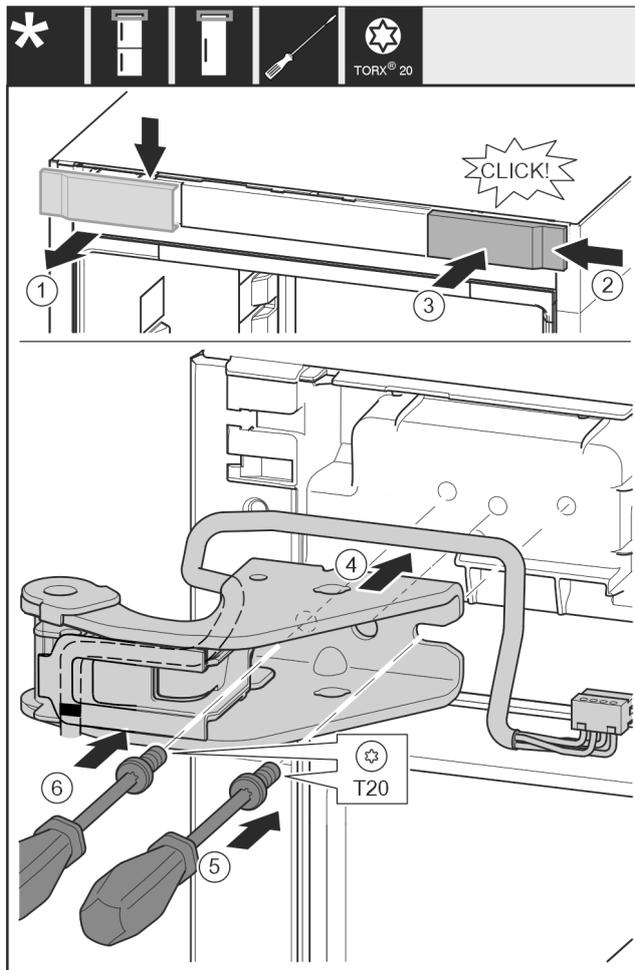

Fig. 23
- ▶ Abdeckung von oben nach vorne abnehmen. Fig. 23 (1)
- ▶ Abdeckung um 180° gedreht auf der anderen Seite von rechts einhängen. Fig. 23 (2)
- ▶ Abdeckung einrasten. Fig. 23 (3)
- ▶ Oberen Lagerbock ansetzen. Fig. 23 (4)
- ▶ Schraube mit Schraubendreher T20 ansetzen und festdrehen. Fig. 23 (5)
- ▶ Schraube mit Schraubendreher T20 einsetzen und festdrehen. Fig. 23 (6)